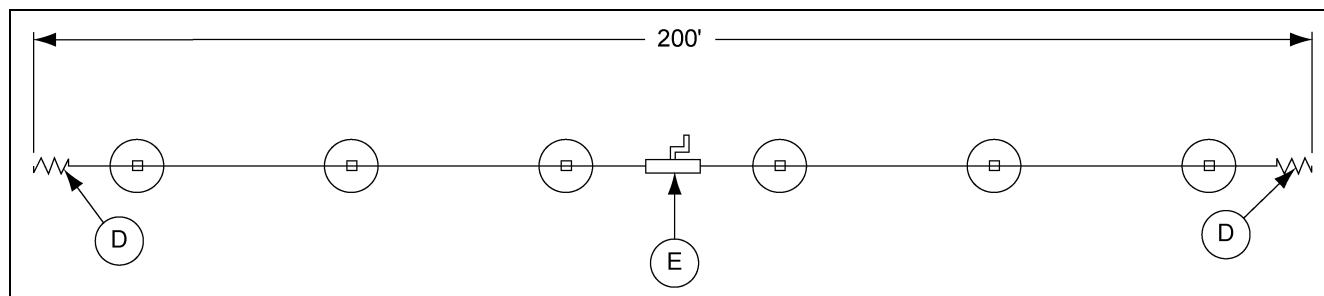

Рисунок 5X
4. Ворота (Е) можно использовать для кормораздаточных линий длиной не более 200'. Если длина линии более 200', необходимо использовать дополнительные ворота. Отцентрируйте ворота на кормораздаточной линии, как показано на Рисунок 5X.